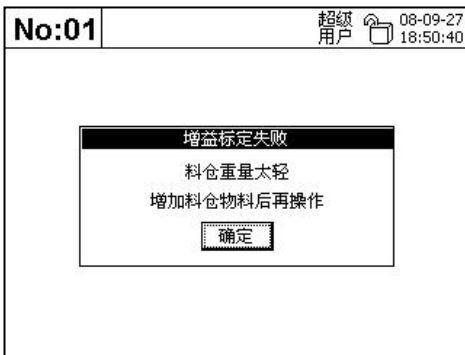

图 24 增益标定失败提示
- (1) 开始标定之前，应保证已进行过零点标定，否则请务必先进行零点标定，然后再进行增益标定。
- (2) 开始标定时，应首先在料仓中加入已知重量的物料，作为增益标定时的标准物料。如果条件许可，也可在料仓上悬挂标准砝码。
- (3) 标准物料或标准砝码的重量应至少达到料仓最大重量的 20%。否则开始标定时，将出现如图 24 的画面，提示标定失败。